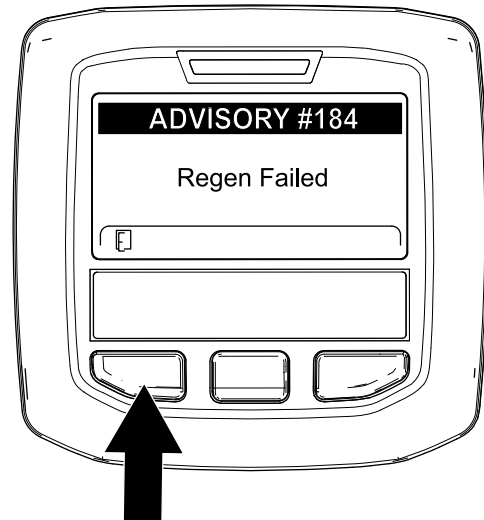

Bild 87
**Hinweis:** Wenn die Regenerierung nicht abgeschlossen wird, wird im InfoCenter „Advisory #184“ (Bild 87) angezeigt. Drücken Sie die linke Taste, um den Begrüßungsbildschirm anzuzeigen.